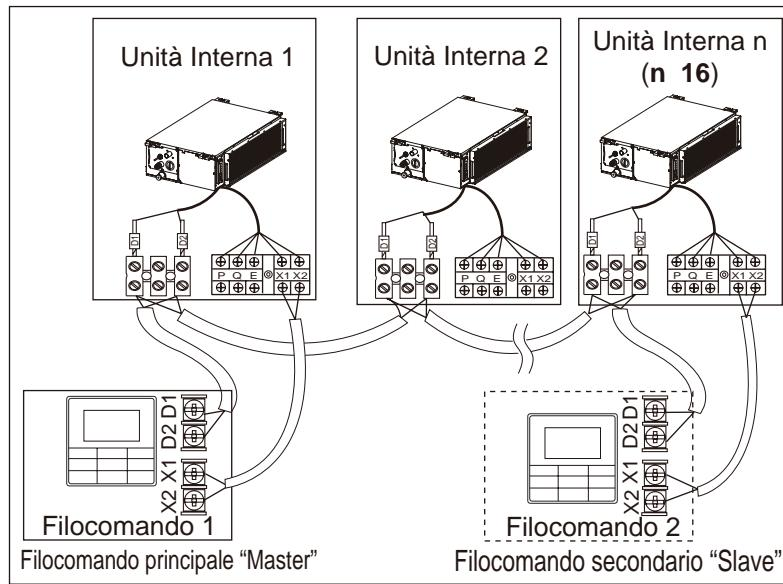

Fig. 7.8
- Utilizzare 1 Filocomando per il controllo di più Unità Interne, oppure 2 Filocomandi (1 principale “Master” e 1 secondario “Slave”) per il controllo di più Unità Interne (vedi Fig. 7.8).